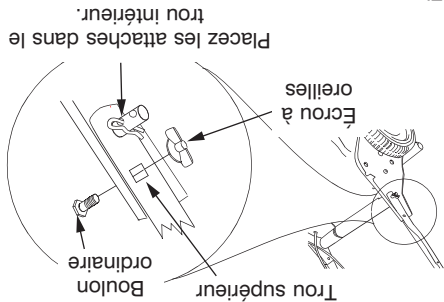

Figure 4
- À des fins d'expédition, la goupille-épingle a été placée dans le trou extérieur de la goupille soudée sur le guidon intérieur. Dégagez la goupille-épingle de ce trou. Voir la Figure 4.
- Insérez un boulon ordinaire (tourne) dans le sachet de boulonnerie) dans le trou supérieur du support de montage droit du guidon (de l'intérieur vers l'extérieur). Voir la Figure 4. Maintenez-le en place avec un écrou à oreilles en plastique. Procédez de la même façon du côté gauche.